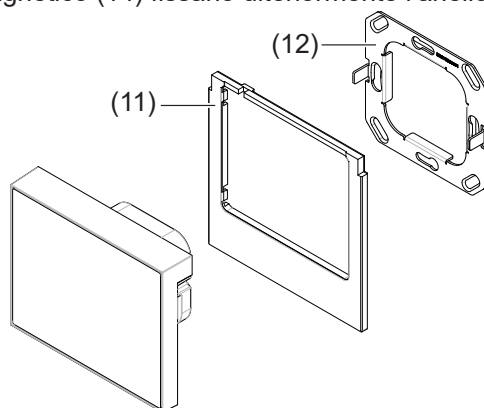

Figura 10: montaggio
- Inserire il cavo pre confezionato in dotazione nella presa **Digital/Analog IN** (4).
- Applicare la parte posteriore della cornice design (11) e premere sui punti di fissaggio (15) fino a farla scattare.
- Posizionare l'apparecchio correttamente sull'anello di supporto in modo tale che gli alloggiamenti sull'apparecchio (13) e le punte poste sull'anello di supporto (12) siano perfettamente sovrapposte (figura 10).
- Premere lentamente l'apparecchio sull'anello di supporto (12) fino a quando le molle di serraggio (16) si innestano nell'anello di supporto e i punti di fissaggio magnetico (14) fissano ulteriormente l'anello di supporto.